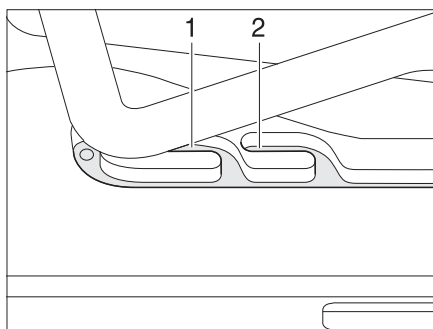
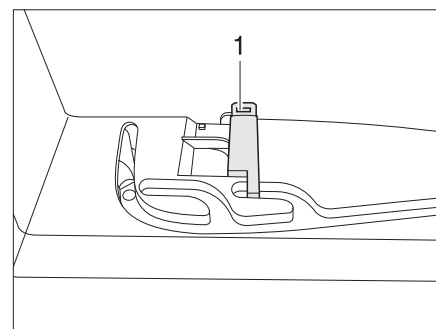

Bild 24 Kipp-Dachhaube in Lüftungsstellung
Bild 25 Verriegelung in Lüftungsstellung
Die Kipp-Dachhaube kann in zwei Lüftungsstellungen gebracht werden: Schlechtwetterstellung (Bild 24,1) und Mittelstellung (Bild 24,2). Je nach Modell kann die Dachhaube in der Mittelstellung mit dem Riegel (Bild 25,1) verriegelt werden.
- Den Bügel leicht nach oben drücken und in die gewählte Führung (Bild 24,1 oder 2) schieben und ggf. verriegeln.